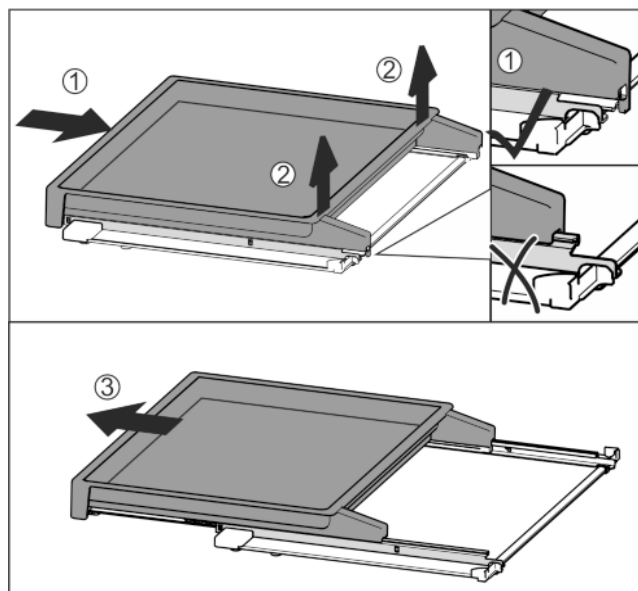

Fig. 37
- Insérer complètement la bordure télescopique Fig. 37 (1).
- La désenclencher à l'arrière Fig. 37 (2).
- Sortir la bordure télescopique par l'avant Fig. 37 (3).